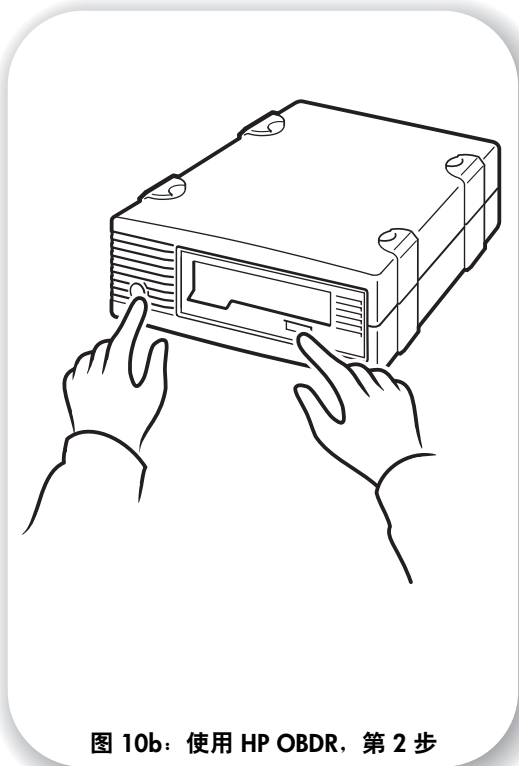
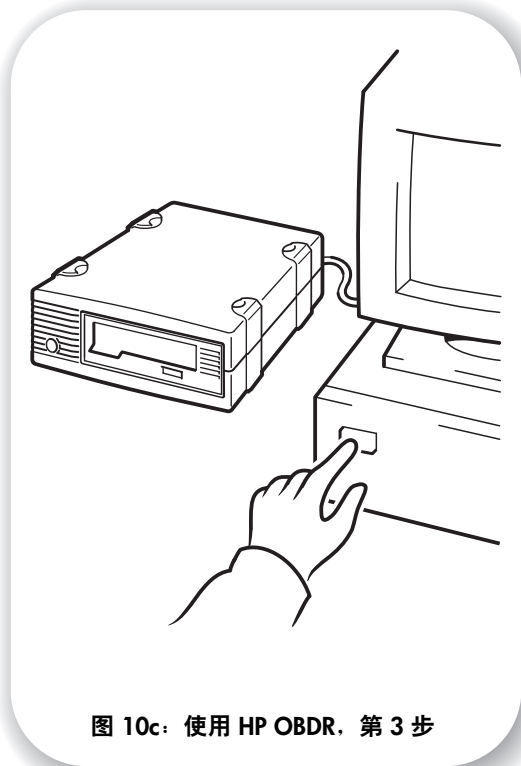

图 10b: 使用 HP OBDR, 第 2 步
图 10c: 使用 HP OBDR, 第 3 步
- 2 按住磁带机的“Eject”（弹出）按钮按住“Eject”（弹出）按钮，打开磁带机的电源（请参见图 10b）并打开服务器（请参见图 10c）。此操作会激活 HP 单按钮灾难恢复过程。在执行 OBDR 顺序过程中，当前面板上的“Ready”（就绪）指示灯闪烁时，请立即松开按钮。这是一个重复模式：闪烁 - 稳定发亮 - 闪烁。